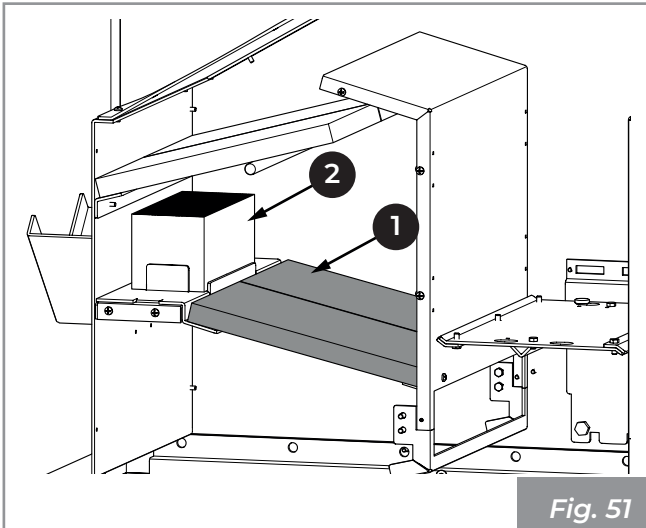

Fig. 51
**5)** Desensartar y sacar los paneles (1) (Fig. 51).
**6)** Desensartar y sacar las juntas tóricas (2).